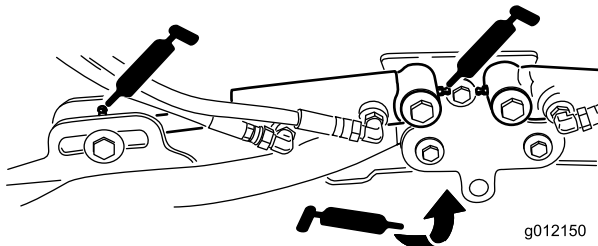

Рисунок 44
- Цилиндры подъемного рычага режущего блока (по 2 шт.) (Рисунок 44)
- Оси поворота подъемного рычага (по 1 шт.) (Рисунок 44)